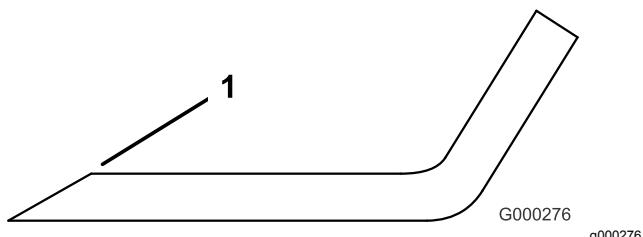

Рисунок 140
4. Заточите режущие кромки, если они затупились или имеют (Рисунок 140).